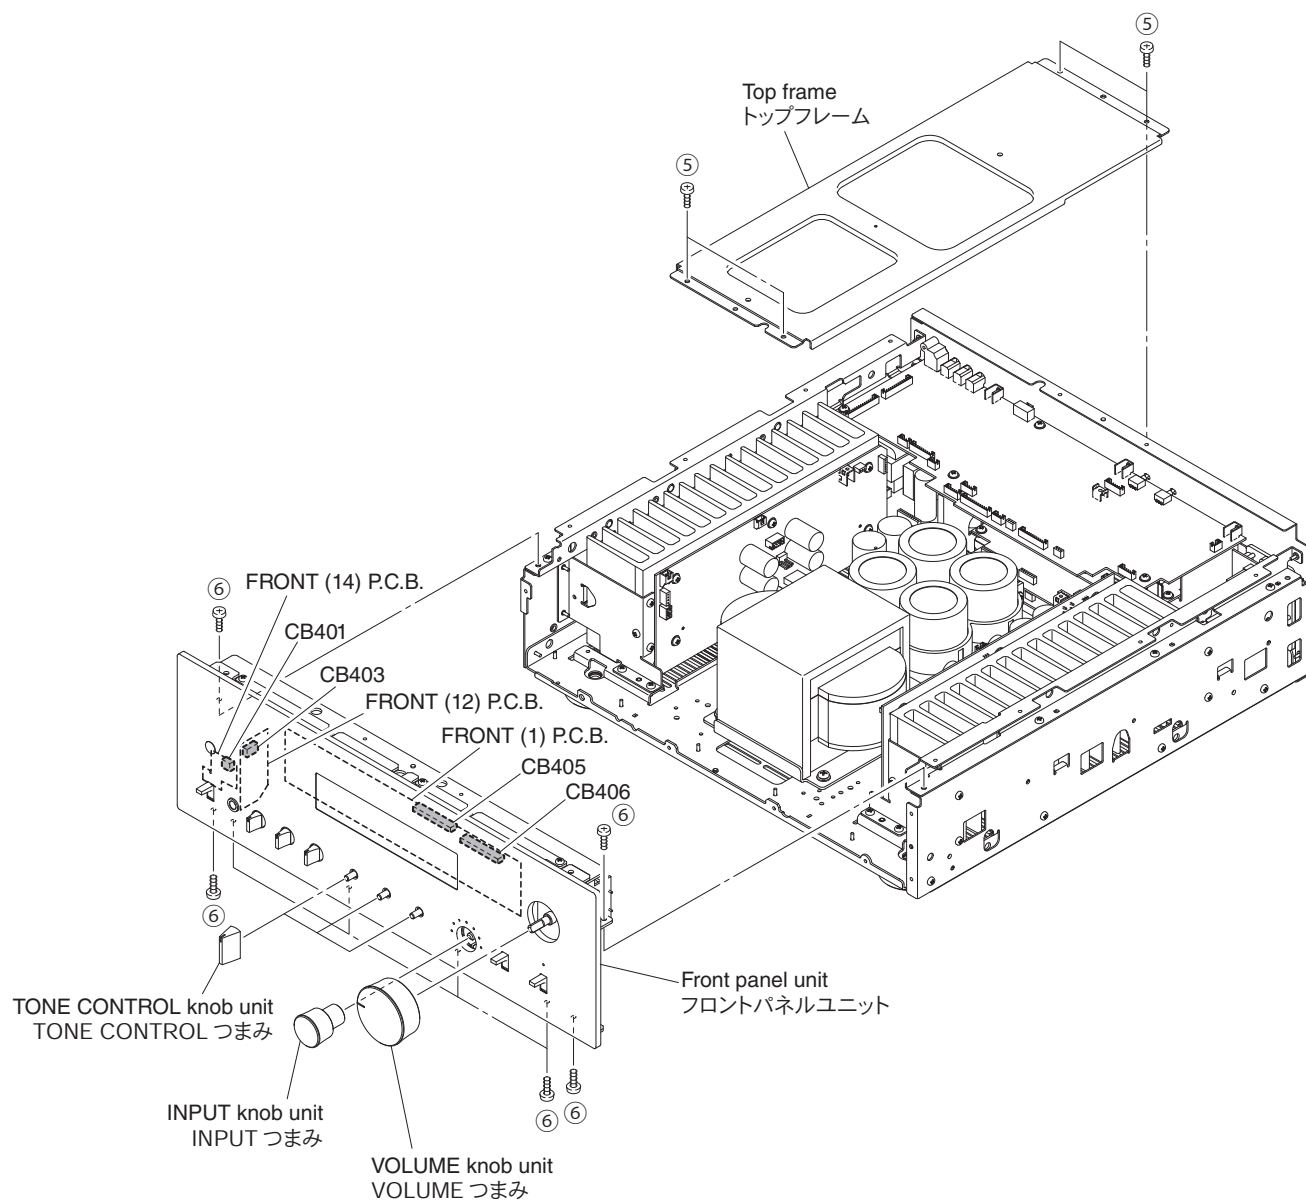

Fig. 2
- Remove 4 screws (⑤). (Fig. 2)
- Remove the top frame. (Fig. 2)
- Remove 8 screws (⑥). (Fig. 2)
- Remove CB401, CB403, CB405 and CB406. (Fig. 2)
- Remove the front panel unit. (Fig. 2)
- ⑤ のネジ 4 本を外します。 (Fig. 2)
- トップフレームを外します。 (Fig. 2)
- ⑥ のネジ 8 本を外します。 (Fig. 2)
- CB401、CB403、CB405、CB406 を外します。 (Fig. 2)
- フロントパネルユニットを外します。 (Fig. 2)